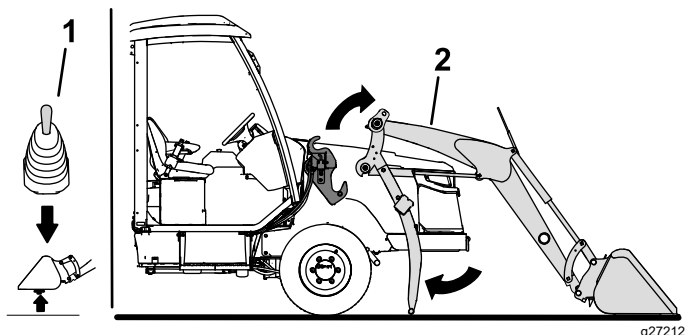

Figura 48
4. Utilizzate il joystick del caricatore per sollevare i bracci via dai supporti del telaio del caricatore (Figura 48).